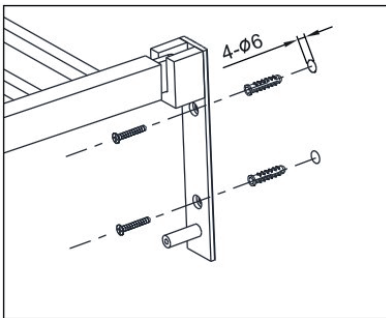
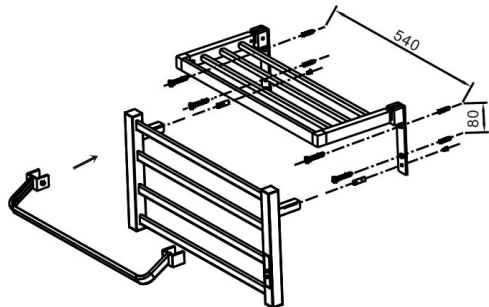

Figure 4
Figure 5
1. Percez les trous ( $\varnothing 6\text{mm}$ ) dans le mur conformément à la figure 4 et à la figure 5.